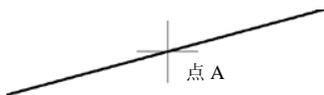

图 2.1.14 指定点
Step3. 在命令行输入构造线的角度 (0) 或 [参照(R)]: 的提示下, 输入角度值 15 后按 Enter 键; 在命令行指定通过点: 的提示下, 选择任意位置点——点 A (图 2.1.14), 此时即在绘图区中绘出经过点 A 且与 X 轴正方向成 15° 角的构造线。